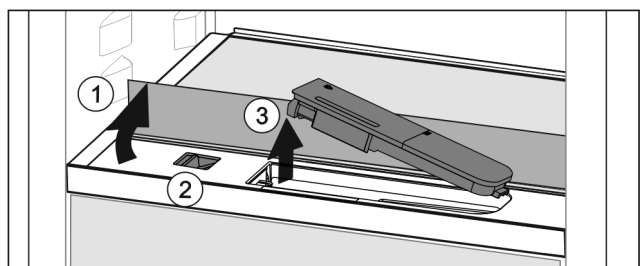

Fig. 119
- ▶ Sollevare il ripiano di vetro e ribaltarlo all'indietro fino all'arresto Fig. 119 (1).
- ▶ Spostare il cursore Fig. 119 (2) a sinistra.
- ▶ Rimuovere il serbatoio dell'acqua Fig. 119 (3).